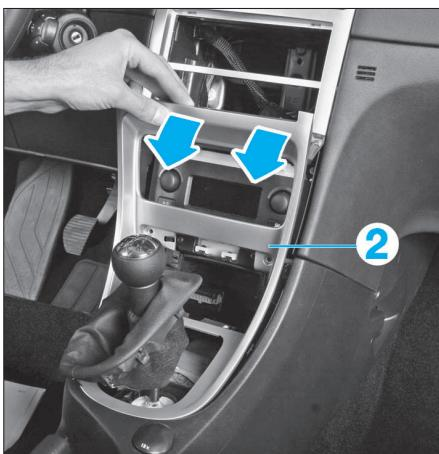

FIG. 23
- Dégager la façade inférieure (2) et glisser le soufflet à travers elle pour la déposer (**Fig.23**).